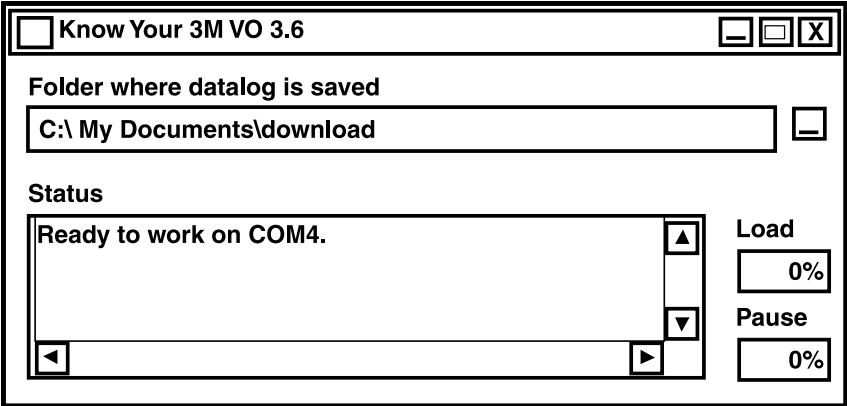

Fig. 35
- 1. Ouvrir le logiciel Data Manager du détecteur de série 740 (Fig. 35).